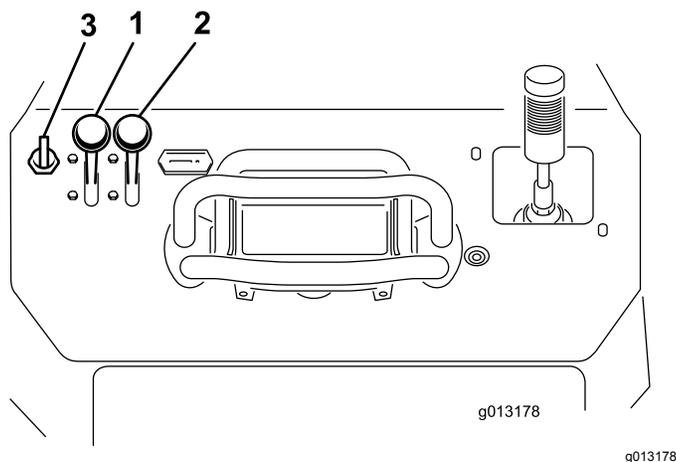

図 20
1. スロットルレバーを Fast と Slow の中間位置にセットする 図 20。
2. チョークレバーを ON 位置とする 図 20。
3. キーを ON 位置に回す 図 20。エンジンが始動したら、キーから手を離してください。
4. チョークレバーを徐々に OFF 位置へ戻す 図 20。それでエンジンの回転が悪くなるようであれば、チョークを元に戻してエンジンが温まるのを待つ。
5. スロットルレバーを希望位置にセットする 図 20。
2. スロットルレバーを SLOW 位置に動かす 図 20。
3. キーを OFF にする 図 20。